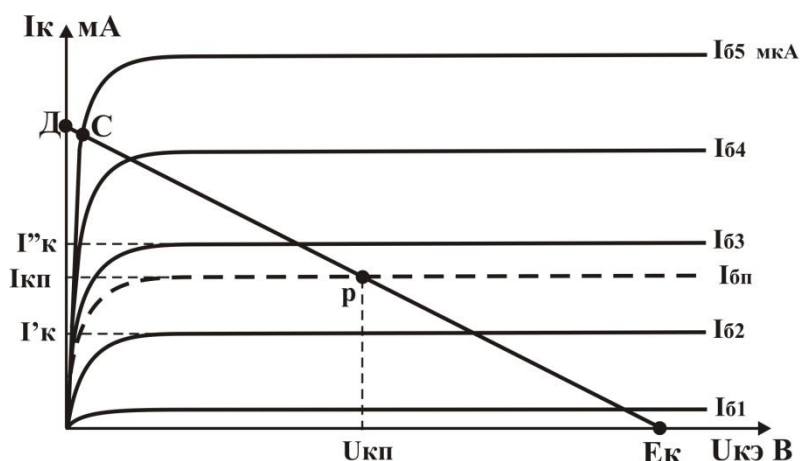

Рисунок 1 - Семейство статических выходных характеристик транзистора $I_k=f(U_{кэ}) \mid I_b=const$
- 2 Для своего варианта задания, на семействе статических выходных характеристик (рисунок 1) строим динамическую коллекторную характеристику по постоянному току (ДЕ) в соответствии с уравнением коллекторной цепи